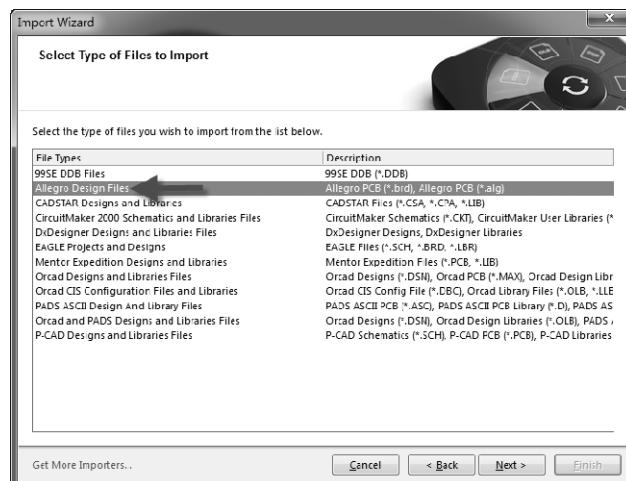

图 12-78 Allegro PCB 转换的添加
(2) 把转换之后的 BRD 文件直接拖到 Altium Designer 中，或者打开 Altium Designer，执行菜单命令“文件—导入向导”，根据向导，选择“Allegro Design Files”导入选项，如图 12-78 所示，然后单击“Next”按钮，把需要转换的 BRD 文件加载进来，单击“Next”按钮，进行转换。